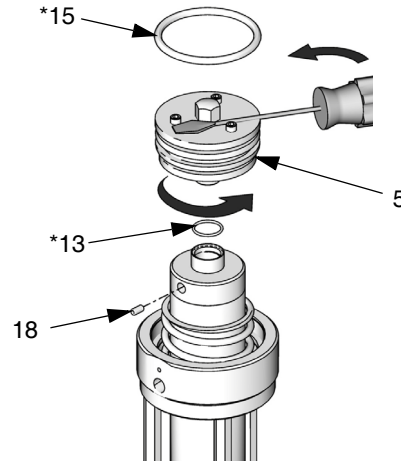

ABB. 11: Serie A Druckluftventil
2. Nur Luftmotoren der Serie A: Einstellschraube (18) lösen und Druckluftventil (5) abschrauben. Falls erforderlich, eine Schraubenzieherspitze zwischen Schraubenköpfe und Sechskantkappe des Druckluftventils (5) stecken. Teile 5, 13, 15 und 18 entsorgen. Siehe ABB. 11.